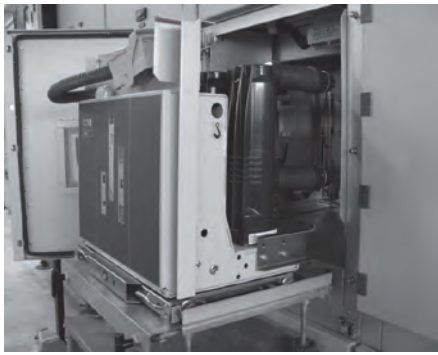

图11 转运车与柜体锁定时可解除断路器手车与转运车的锁定装置，并将手车平稳推入柜体中
- 解除断路器手车与转运车的锁定位置(使手车两侧的锁舌从定位槽23.1中向中缩回至手车的底盘车内)，将断路器手车推入柜体同时锁定，见图11。